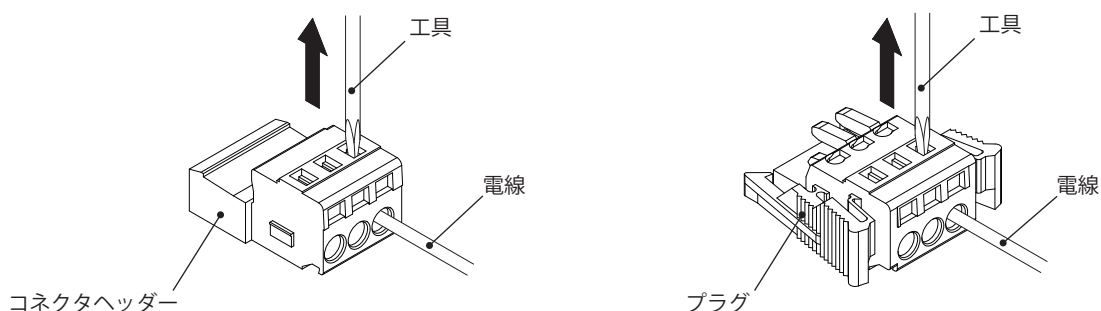

図6
- リリース部を押し込んだ状態で電線挿入穴に電線を奥まで挿入してください。（図6）
- 電線挿入後、リリース部から工具を外してください。（図6）